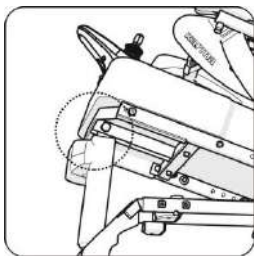
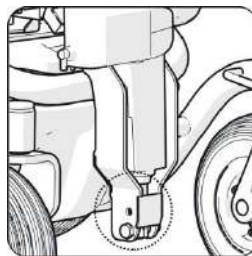

Figura 5-17
Figura 5-18
- Use dos llaves de ojo número 17 para quitar los tornillos que fijan la parte superior del actuador. (Figura 5-17). Retire los tornillos para fijar la parte inferior del actuador. (Figura 5-18).